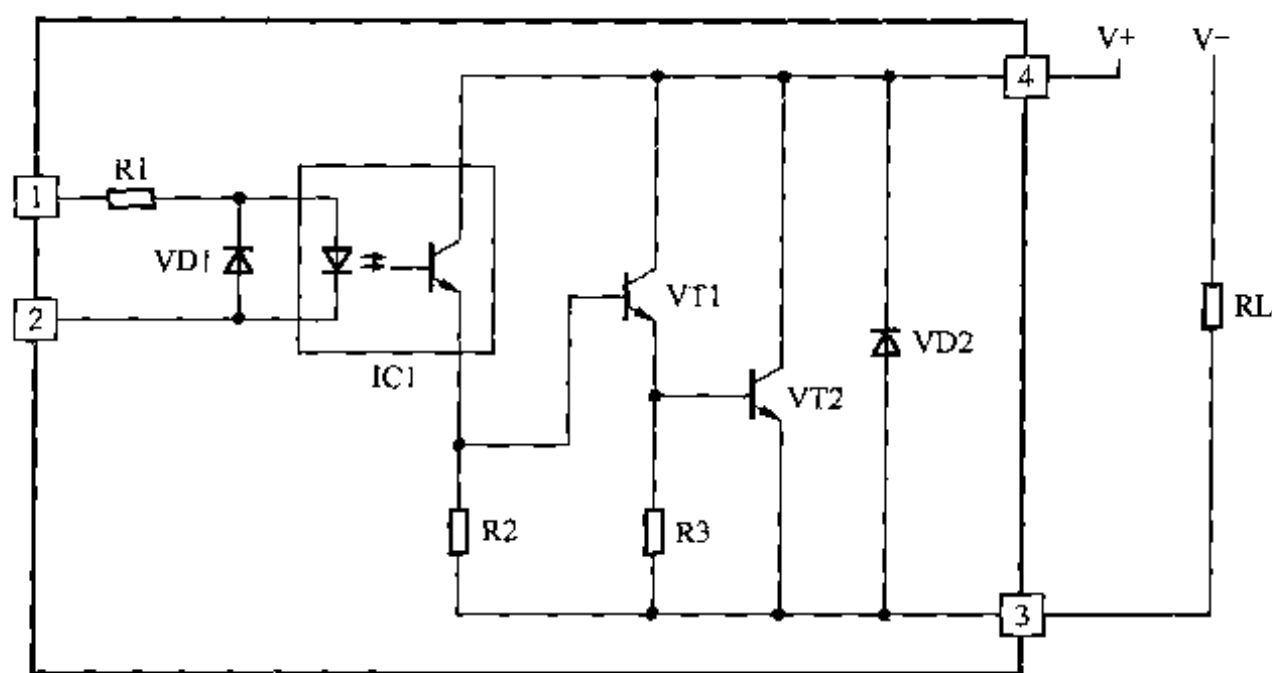

图 2-106 直流固态继电器的工作原理示意图
典型的触发型直流  $\text{ACSSR}$  的工作原理如图 2-106 所示。①、②脚是输入端,③、④脚是输出端。 $R_1$  为限流电阻,  $\text{VD}_1$  是防止反向供电损坏光电耦合器  $\text{IC}_1$  而设置的保护管,  $\text{IC}_1$  将输入与输出电路隔离,  $\text{VT}_1$  构成射随放大器,  $\text{VT}_2$  是输出放大器,  $R_2$ 、 $R_3$  是分流电阻,  $\text{VD}_2$  是防止  $\text{VT}_2$  反向击穿而设置的保护管。